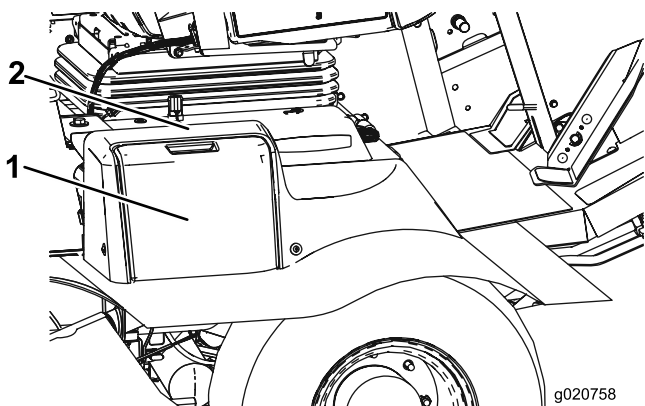

Figure 54
1. Ouvrez le couvercle de la batterie (Figure 54) sur le côté du carénage.
Remarque: Appuyez sur la surface plate au-dessus du couvercle de batterie pour en faciliter le retrait (Figure 54).